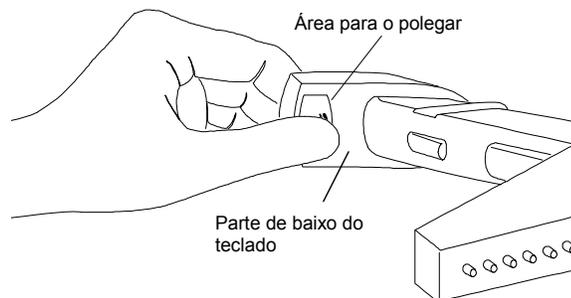

Figura E.3a: Retirar o compartimento das baterias
- 1. Retirar o compartimento das baterias.** Posicione o polegar sobre as áreas para o polegar indicadas (consulte a figura E.3a) e aperte os seus dedos contra a parte da frente do teclado. Aplique uma pressão firme sobre o painel com as áreas para o polegar para libertar o fecho. Deslize cuidadosamente o compartimento das baterias para fora do pipetador, deixando uma folga suficiente para os fios de ligação.